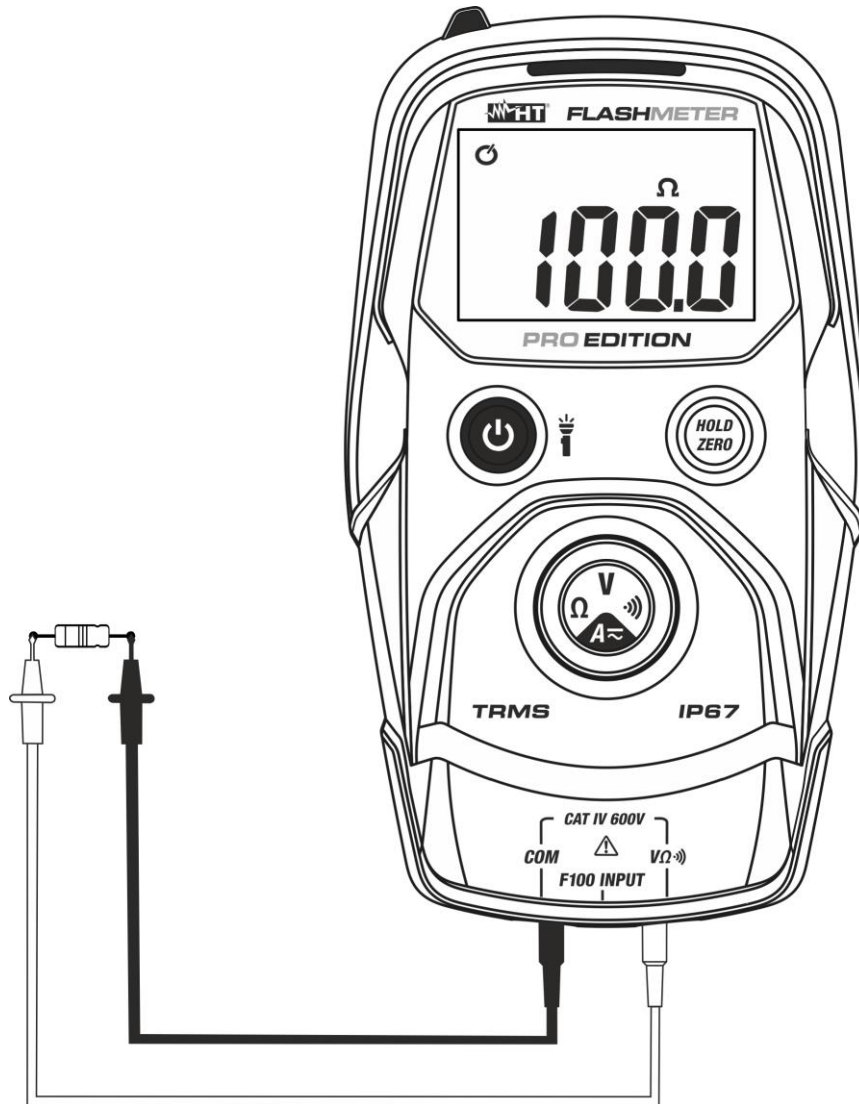

Fig. 5: Mesure de Résistance
3. Positionner les embouts sur les points désirés du circuit sous test (voir Fig. 5). La valeur de résistance est visualisée à l'écran.